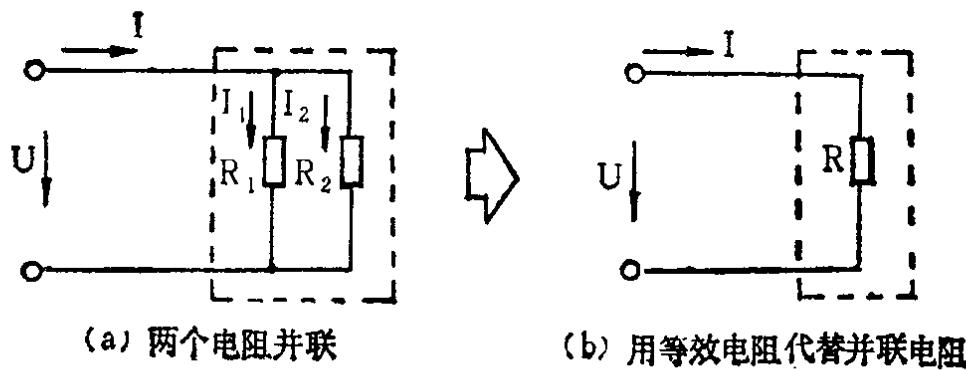

图 1-3 电阻的并联
(4) 电阻的并联 几个电阻的两端分别接在一起，每个电阻两端所承受的是同一个电压，这种联接方式叫并联。图 1-3(a) 中  $R_1$  与  $R_2$  就是并联电阻。
在图 1-3 (a) 中，并联电阻  $R_1$  和  $R_2$  中流过的电流  $I_1$  和  $I_2$  分别为：